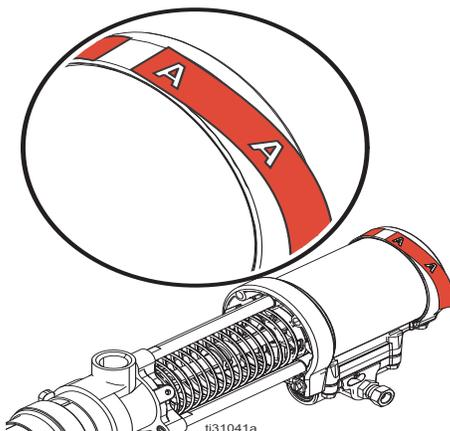

FIG. 7
3. Utilice las etiquetas suministradas para identificar la bomba adecuada para su material. Vea la FIG. 7.